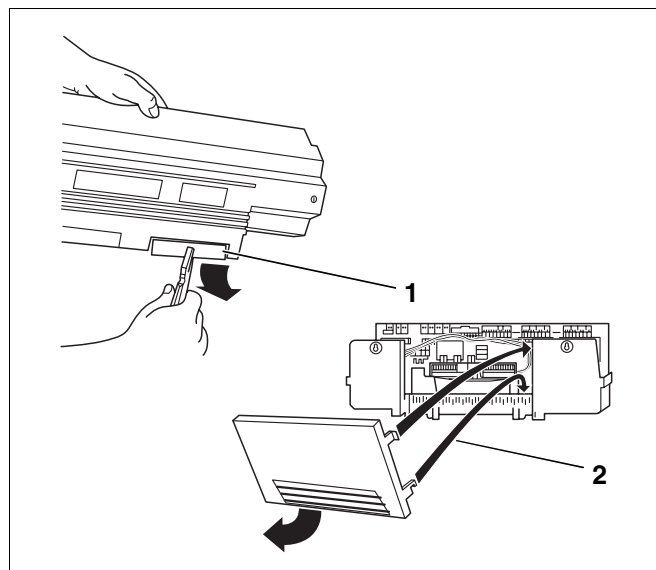

Fig. 59 Forberedelse af kabelgennemføring
- Bræk om nødvendigt blanketterne (Fig. 59, **pos. 1**) i kabelgennemføringens bagvæg (Logamatic 33..) ud, eller tag pladen i bagkappen (Logamatic 43..) af (Fig. 59, **pos. 2**).
- Sæt bagkappedelen (Logamatic 43..) fast i spændebåndsrammen med den nederste krog, og tryk derefter ind foroven, indtil krogene i siderne (Fig. 59, **pos. 2**) går i indgreb.